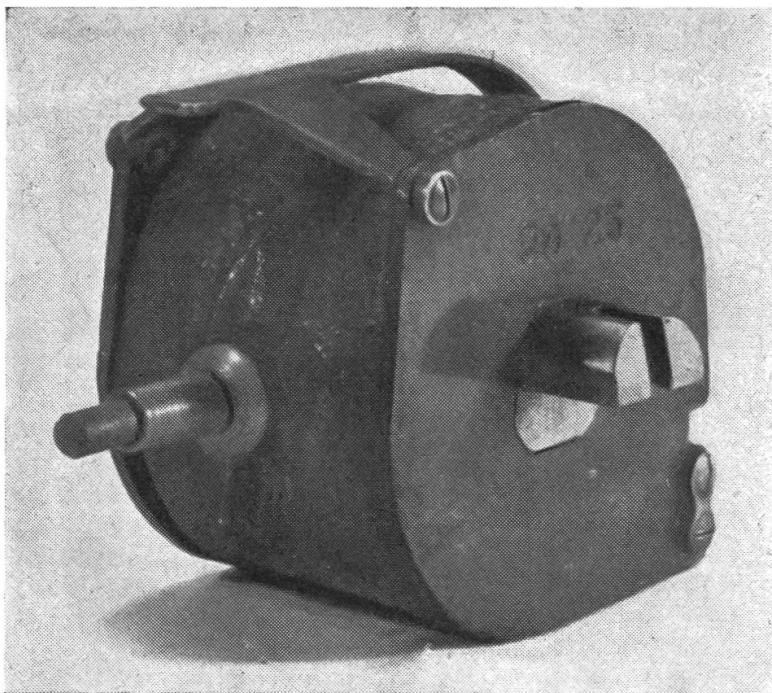

Abb. 93
- Fig. 93: Einzelspule eines «Scintilla»-Magnetes mit Schleifkohle zur Stromabgabe an den Verteiler.